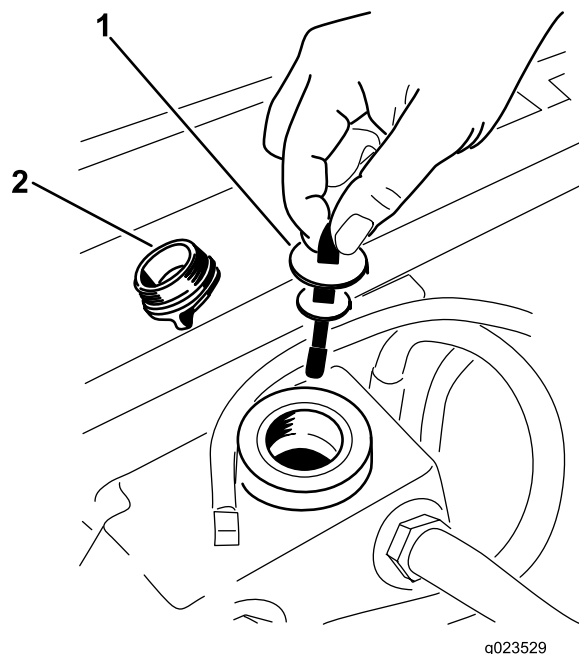

Figura 89
5. Retire el tapón de llenado de aceite hidráulico (Figura 89) del cuello de llenado.
6. Retire la varilla y límpiela con un paño limpio (Figura 89).
7. Introduzca la varilla en el cuello de llenado; luego retírela y verifique el nivel del aceite (Figura 89).